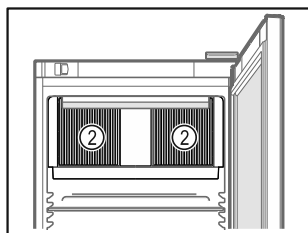

Fig. 57
- Větrací otvory Fig. 57 (2) oběhového vzduchového čerpadla ve vnitřním prostoru udržujte volné.